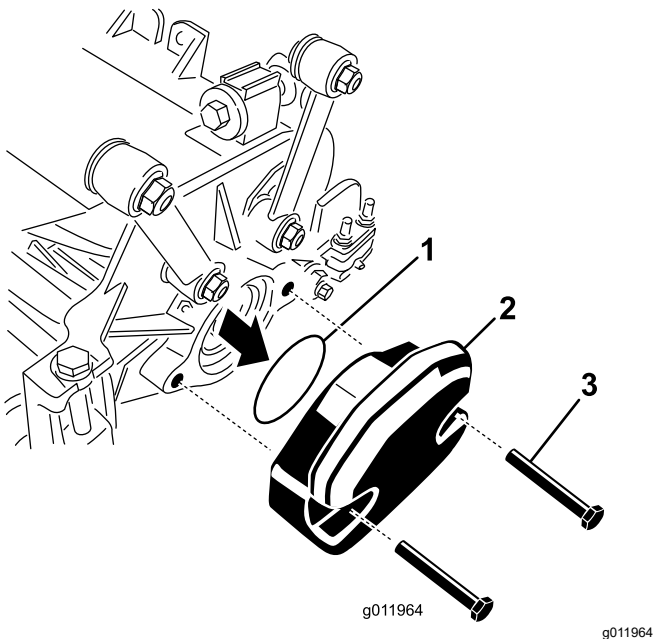

Рисунок 22
- Снимите груз и уплотнительное кольцо (Рисунок 22) с внутреннего конца правого режущего блока.